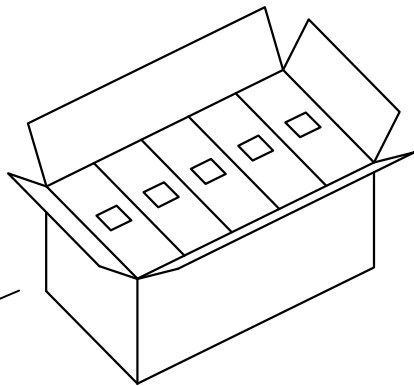

图4 外箱
- 3: 如图4, 每外箱装10内盒, 数量为10X (3X500pcs)。